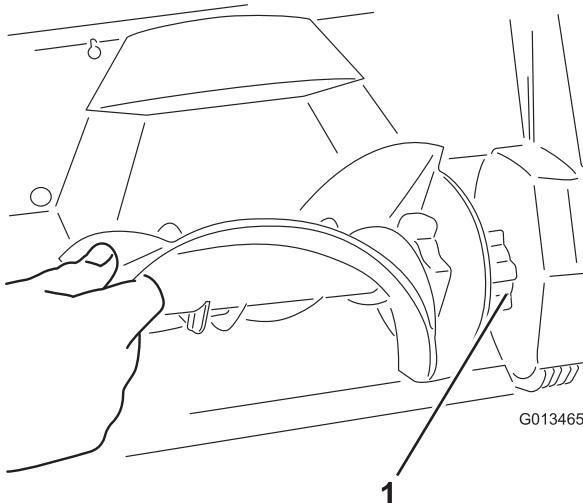

Figure 17
4. Montez la fraise neuve en insérant son extrémité sur l'extrémité ajustée du carter, et tournez la fraise jusqu'à ce qu'elle s'enclenche en position (Figure 17).